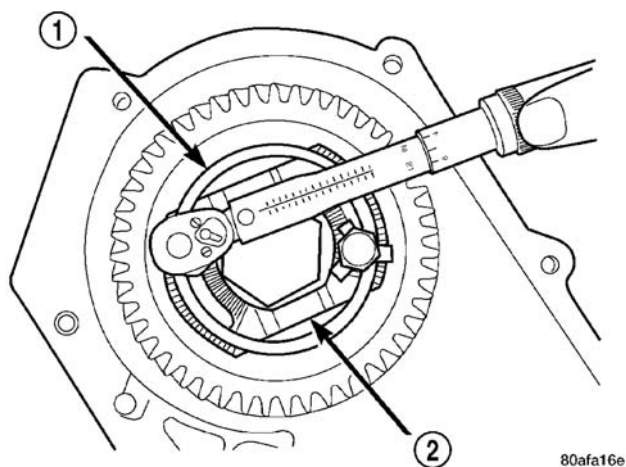

图 111 紧固 U 形夹固定带螺栓至 $23\text{N} \cdot \text{m}$ (200in. lbs.)
(22) 拧紧 U 形夹固定带螺栓至 $23\text{N} \cdot \text{m}$ (220in.lbs.) 的扭矩(图 111)。